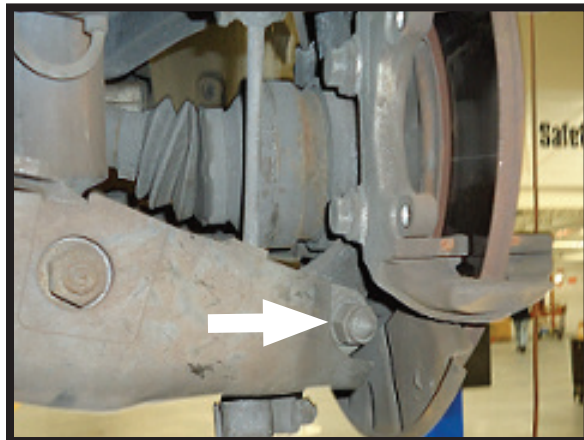

FIGURA 11
11. DESMONTE EL BRAZO EXTERIOR DE LA SUSPENSIÓN. (FIGURA 11)